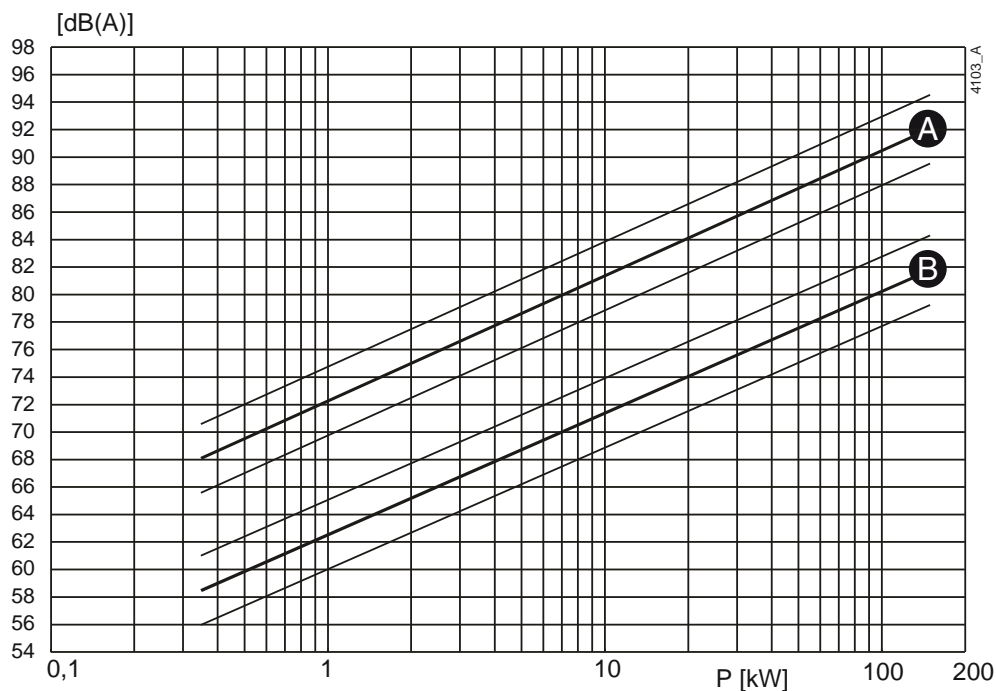
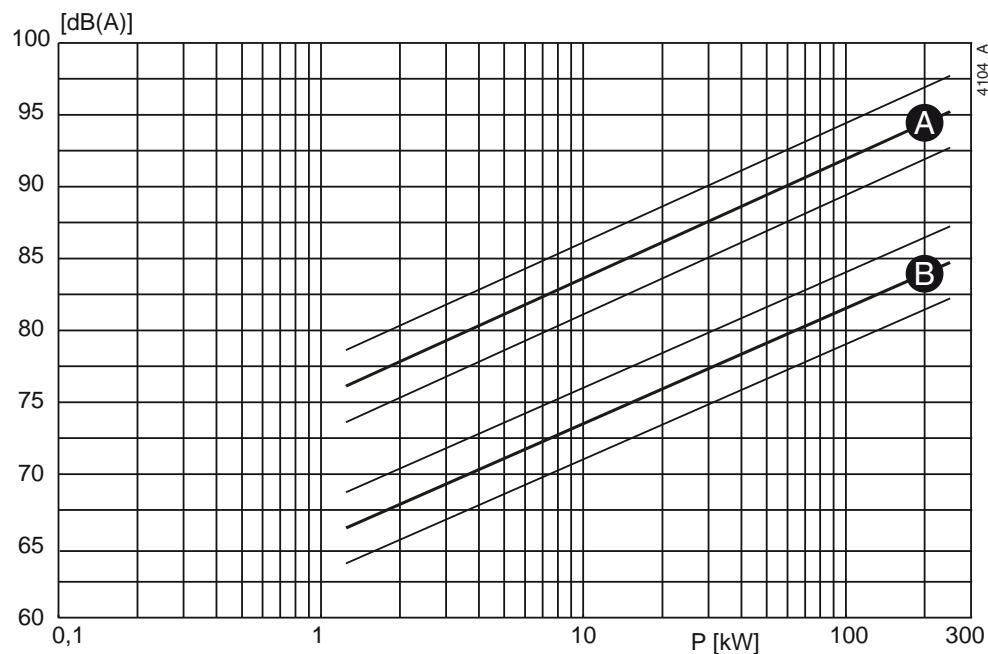

Abbildung30: Schall als Funktion der Pumpenleistung [kW] bei 1450 min^{-1}
Abbildung31: Schall als Funktion der Pumpenleistung [kW] bei 2900 min^{-1}
- 1 Um den Schallpegel (L_1) der Pumpe zu bestimmen, siehe Abbildung 30 oder Abbildung 31.